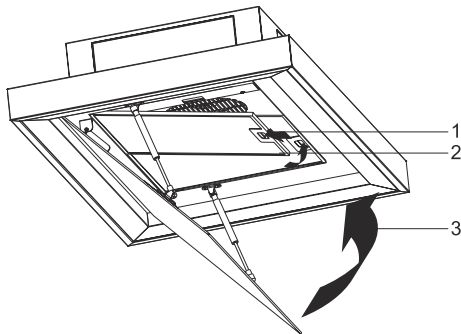

Abb. 25: Einsetzen des Metallfettfilters
- 11.** Legen Sie den Metallfettfilter in das Gerät und öffnen Sie den Filterverriegelung (Abb. 25/1)
12. Setzen Sie den Metallfettfilter ein (Abb. 25/2)
13. Schließen Sie den Seitenabzugsglas (Abb. 25/3).